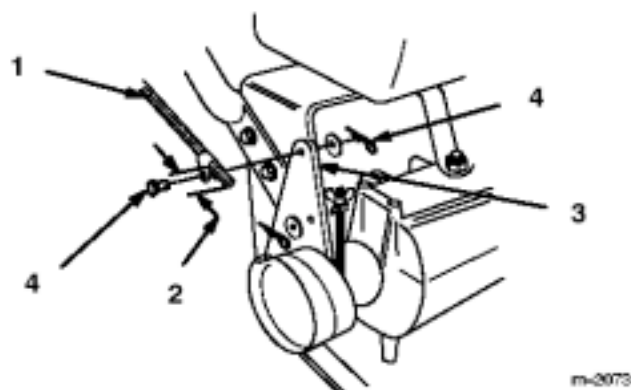

图7
- 1、将两侧拉杆上的接头同时旋到距离终端2寸(51mm)位置。这点是引擎起动位置。（图7）
- 2、将插销插入拉杆接头的孔中，再从外侧插入惰板的孔中，安装垫片，用开口销锁好。（图7）